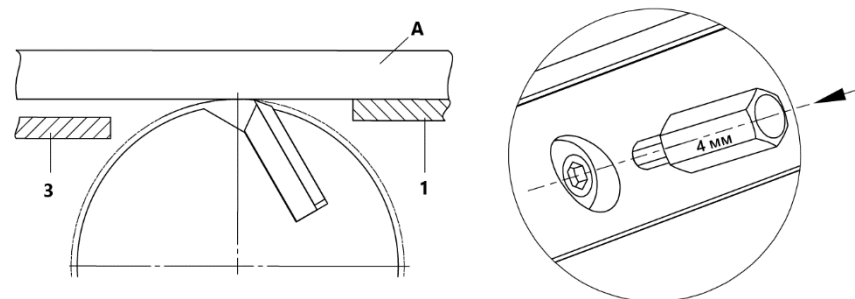
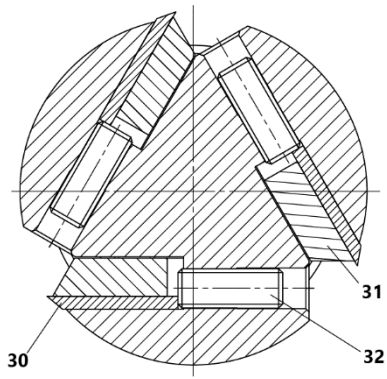

Рисунок 11 Схема проверки ножей
Рисунок 10 Регулировочное устройство
- выставить приемный стол с помощью ручки 6 так, чтобы при вращении ножевого вала строгальные ножи слегка касались линейки (рис. 11).
Закручиванием/выкручиванием винтов 32 (рис. 10) шестигранным ключом $s=3$ мм отрегулировать ножи 30 так, чтобы острие ножа слегка касалось проверочной линейки А, установленной на столе приёмном 1 (рис. 11).